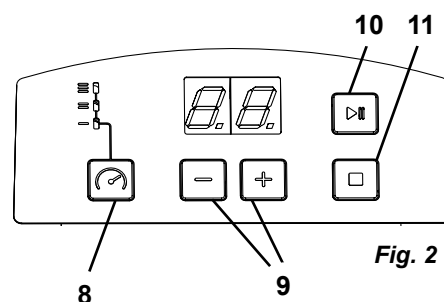

Fig. 2
⇒ Reglați timpul de curățare cu tastele + / - (9, fig. 2) (domeniul de reglaj de la 0 până la 30 min.).
⇒ Selectați/reglați intensitatea cu tasta de selectare (8, fig. 2).
⇒ Porniți procesul de curățare cu tasta Start/Pauză (10, fig. 2).
- Procesul de curățare poate fi încheiat cu tasta Stop (11, fig. 2) în orice moment înainte de epuizarea timpului de curățare.
⇒ Încheiați procesul de curățare prin apăsarea tastei Stop (11, fig. 2).